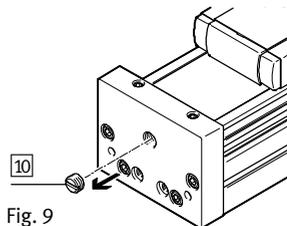

Fig. 9
- Подсоедините подвод запирающего воздуха. Для этого извлеките резьбовой штифт 10 (→ Fig. 9) на крышке и присоедините шланг для сжатого воздуха/вакуумной откачки. С целью дополнительной защиты используйте оба соединения запирающего воздуха.